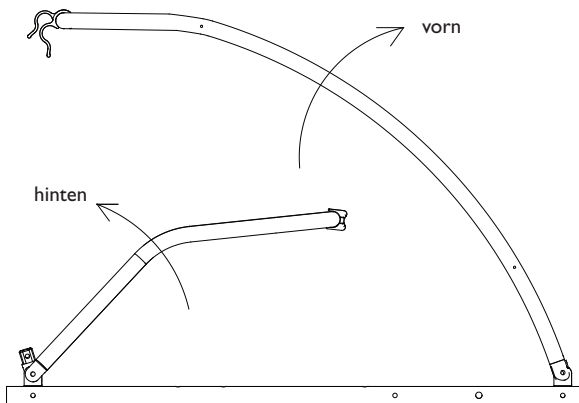

Abbildung 1
1. Klappen Sie Front- und Heckgestänge so auseinander, dass die Rohre an den beiden Kunststoffhaltern aufeinander treffen (s. Abbildung 1 und 2)